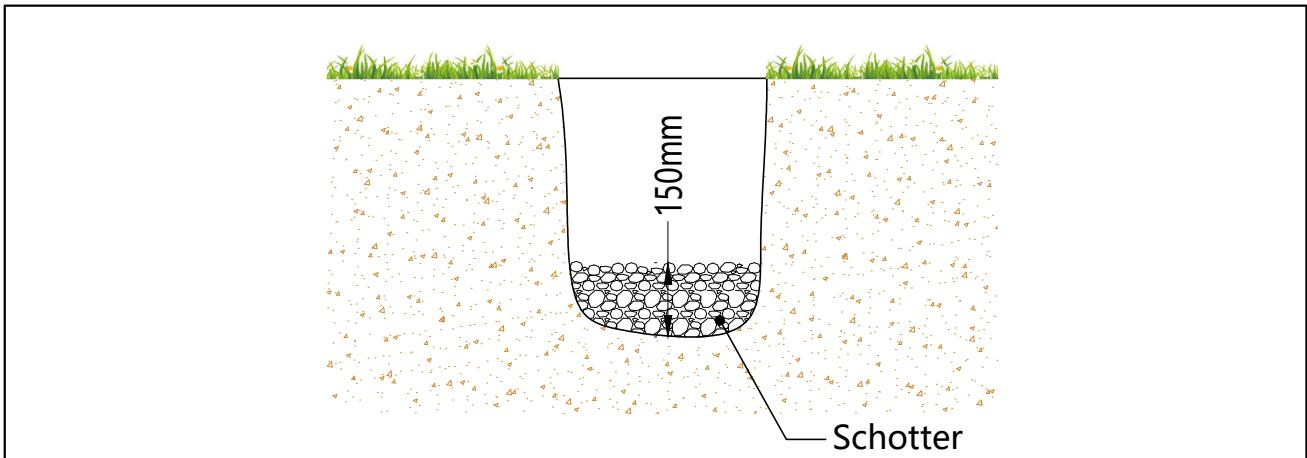

Abbildung 3
- 3 Legen Sie 150 mm Kies auf den Boden des Lochs, damit das Wasser gut abfließen kann, wie in Abbildung 3 dargestellt.